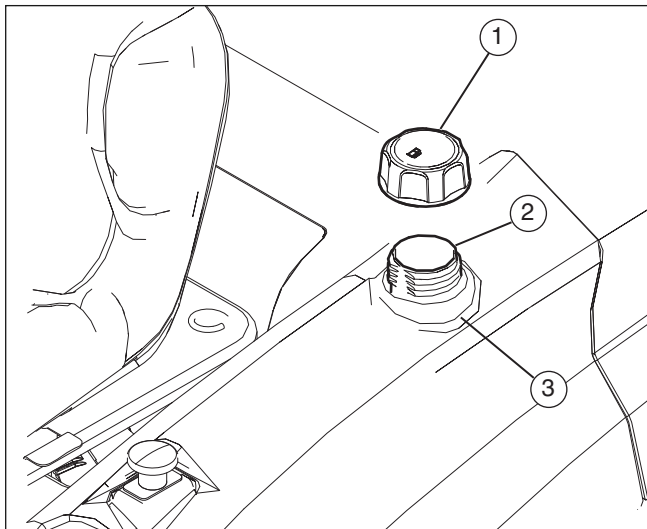

Abbildung 20
1. Den Tankdeckel (1) entfernen (siehe **Abbildung 20**).
2. Den Kraftstofftank (2) mit bleifreiem Normalbenzin bis zur Markierung VOLL (3) auffüllen.